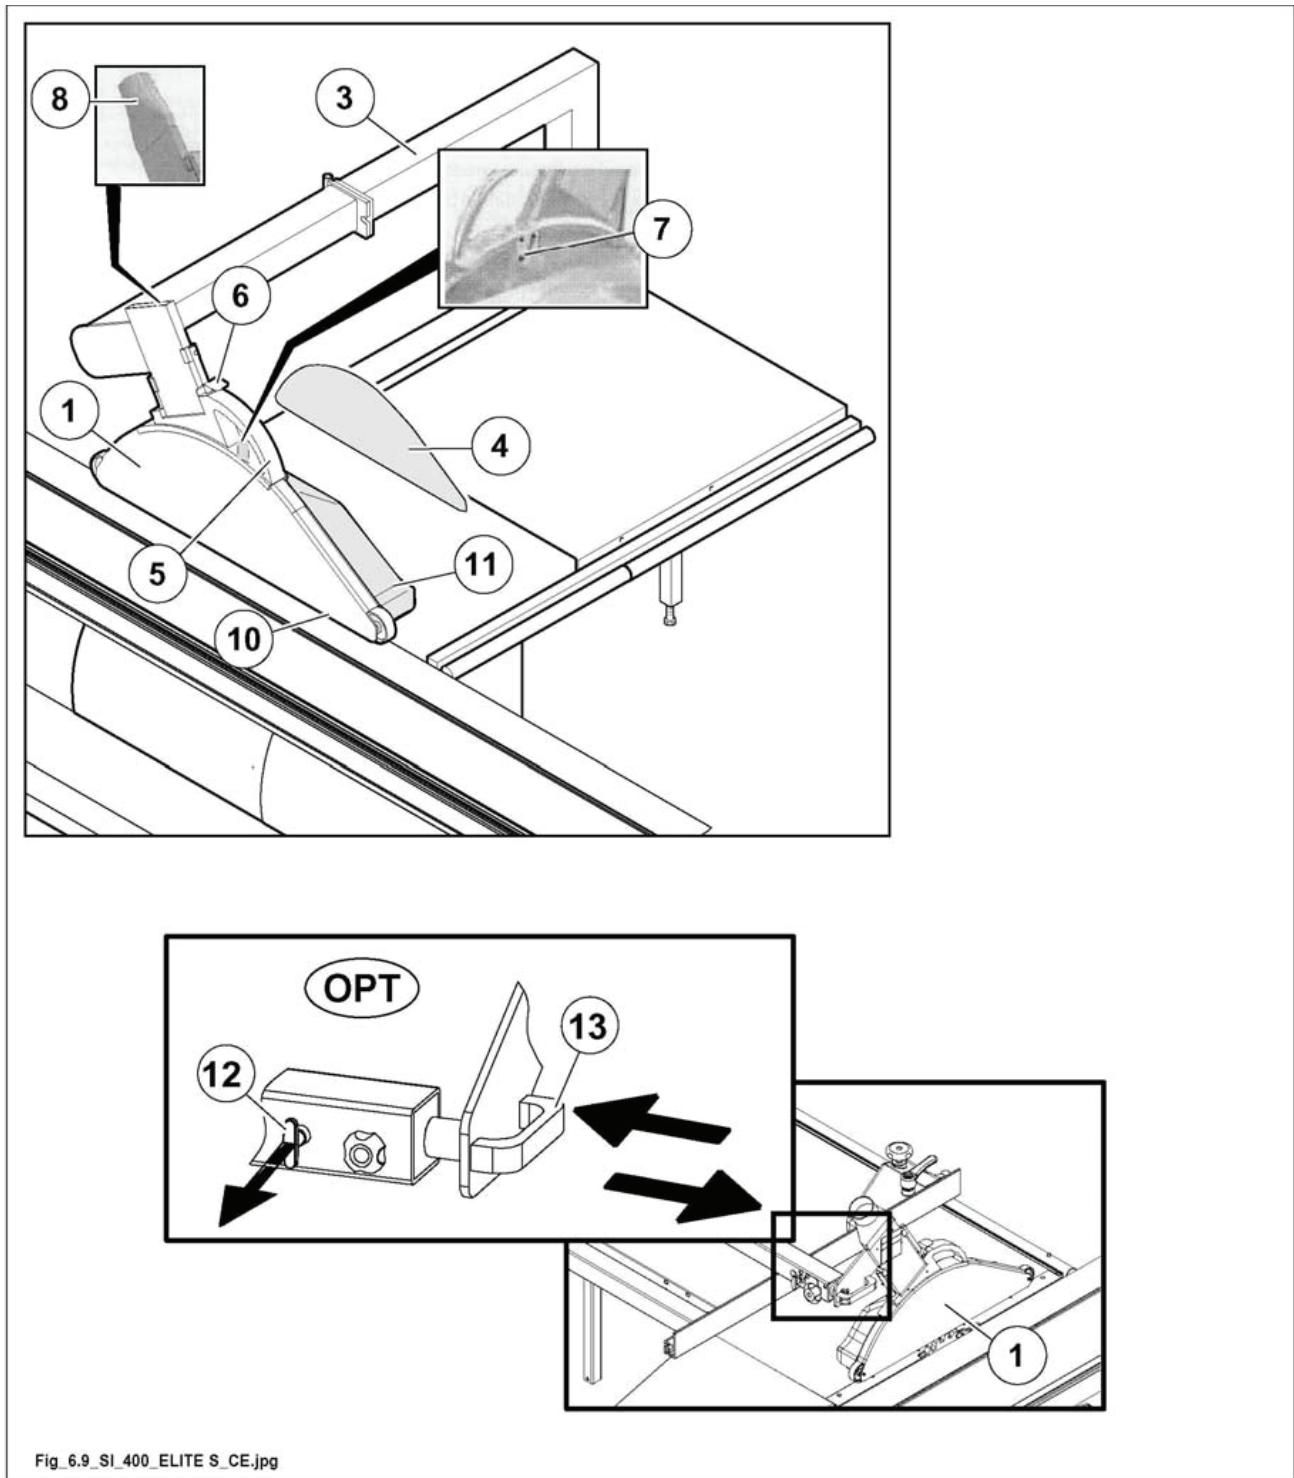

Рис. 6.9
Данное защитное приспособление регулируется простым поднятием или опусканием ручки 5 (рис. 6.9). (ev_6-9_0.0)
При помощи ручки (5 рис. 6.9) надавить пружину (6 рис. 6.9), поднять и параллельно опустить защиту на плоскость (1 рис. 6.9), которая поддерживает выбранную защиту.
Для наклонных резов необходимо использовать широкую заднюю боковину (11 рис. 6.9), которая прилагается к станку.
- Поднять защиту до упора (1 рис. 6.9) и вытащить задний борт (4 рис. 6.9).
- Вставить широкий фланец (11 рис. 6.9, поставляется).
Защита имеет соединение (8 рис. 6.9 диаметр 80 мм) для подключения к центральной вытяжной системе.